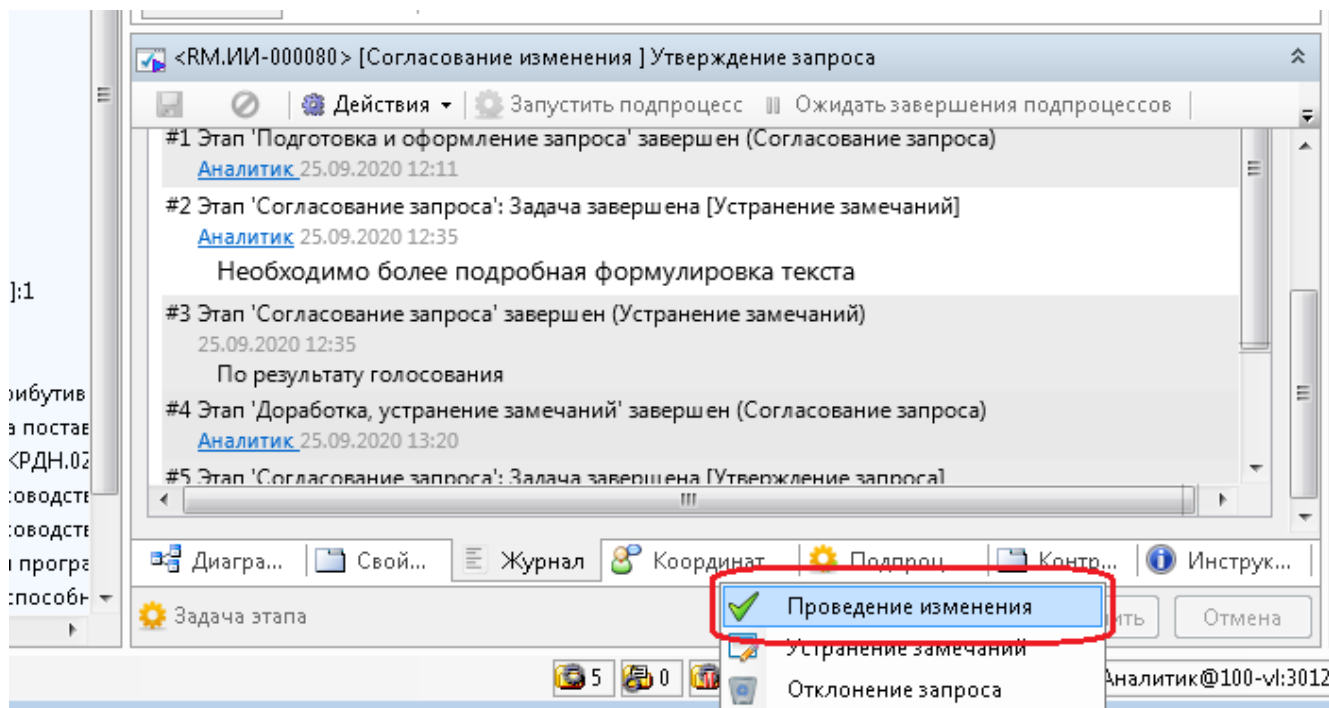

Рисунок 107 — Окно свойств запроса на изменение
- выбрать из списка «Проведение изменения» (Рисунок 107);